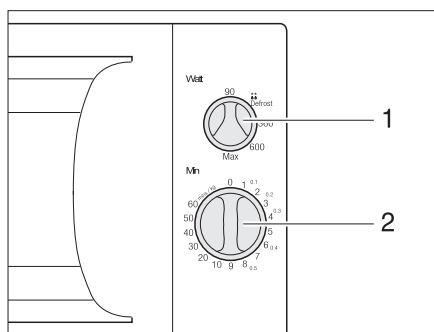

Fig. 128 Elementos de mando del horno microondas
- Seleccionar la potencia con el regulador giratorio (Fig. 128,1).
- Seleccionar el tiempo de cocinado con el regulador giratorio (Fig. 128,2). Comienza el proceso de cocinado.